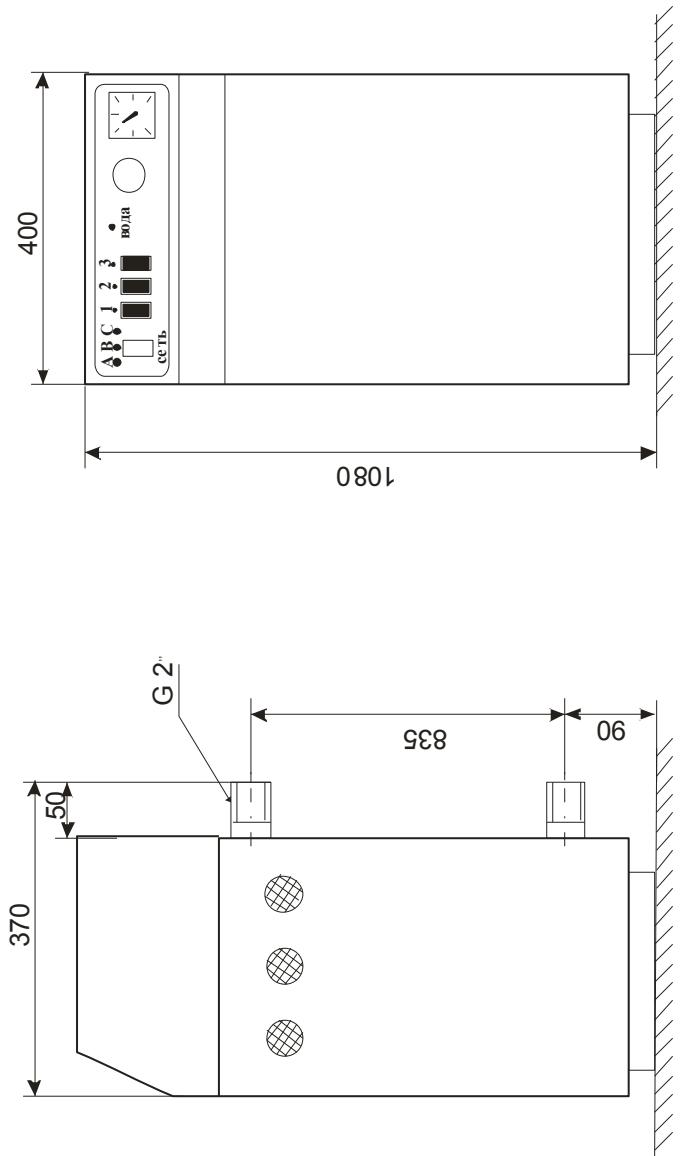

Рис.1. Апарат електричний водогрійний КЕО-45-60/380-Б
**5.1** КЕО є конструкцією, що складається з окремих вузлів, розміщених в сталевому корпусі форми паралелепіпеда (див. рис.1). Корпус є несучою конструкцією, сприймаючио навантаження, які виникають при експлуатації і транспортуванні.